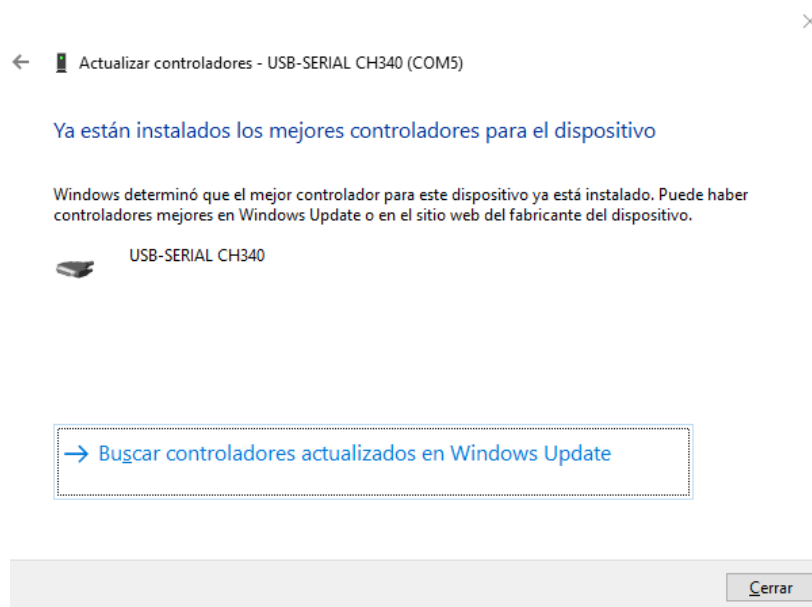

Figura B.7: Actualización correcta
6. Si la actualización se realizó correctamente, la ventana final será como la figura B.7.